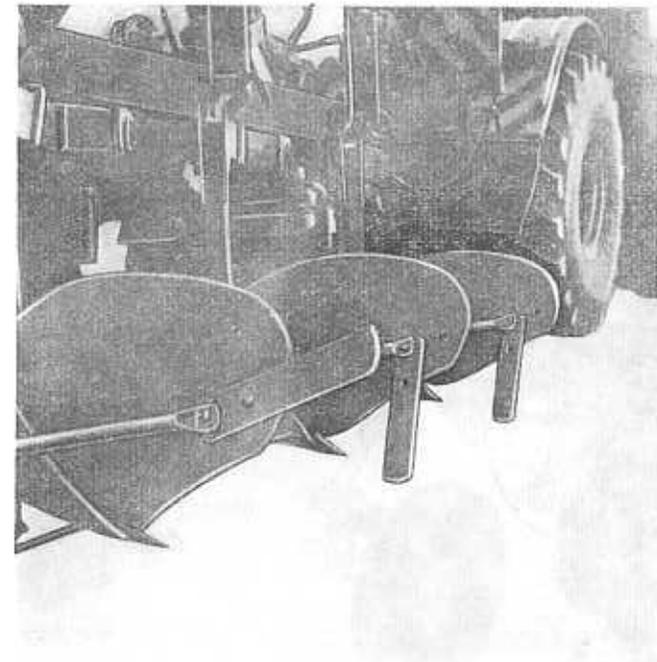

Abb. 10 Streichschienen der vorderen Pflugkörper geschwenkt
- Schwenken der Streichschiene des 1. und 2. Pflugkörpers hinter die Streichbleche (siehe Abb. 10)
- Schwenken der Streichschiene des 1. und 2. Pflugkörpers hinter die Streichbleche. Dazu sind die Schrauben zu lösen (Abb. 10).